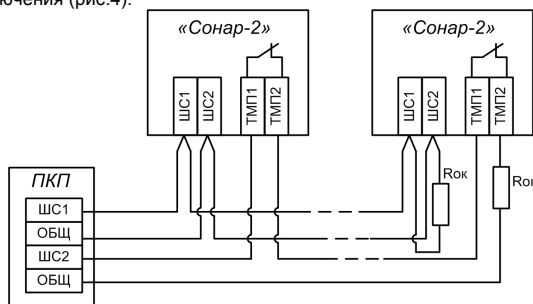

Рис. 4 Схема подключения извещателя
- Подключение извещателя к приемно-контрольному прибору осуществляется по двухпроводной схеме (питание по шлейфу) (рис. 4).
Снимите крышку извещателя, извлеките плату из корпуса. Проведите разметку отверстий для монтажа с учетом положения отверстий в основании. Закрепите основание в выбранном месте. Установите плату на место в корпус. Подключите провода в соответствии со схемой подключения (рис.4).